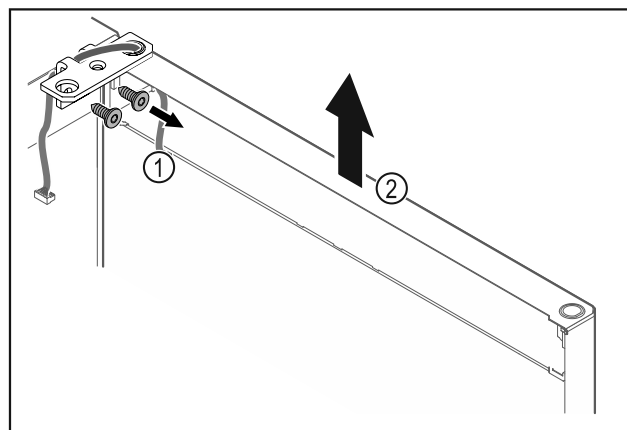

Fig. 24
- ▶ Scharnierhoek Fig. 24 (1) losschroeven.
- ▶ Deur inclusief scharnierhoek Fig. 24 (2) circa 200 mm recht omhoogtillen en verwijderen.